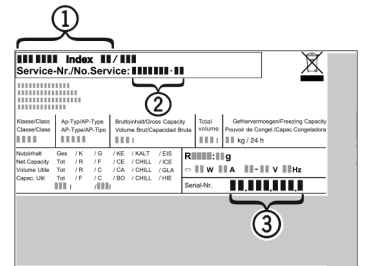

Fig. 8
- ▶ A készülék megnevezését *Fig. 8 (1)*, a szerviz- *Fig. 8 (2)* és sorozatszámot *Fig. 8 (3)* a típus tábláról olvassa le. A típus tábla a készülék belsejében baloldalon található.
- ▶ Értesítse a vevőszolgálatot a hibáról, és adja meg nekik a készülék megnevezését *Fig. 8 (1)*, a szerviz- *Fig. 8 (2)* és a sorozatszámot *Fig. 8 (3)*.